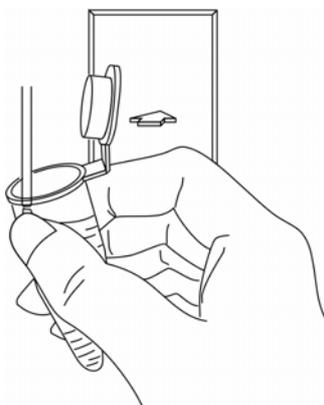

Рисунок 8-11 Добавление разбавителя
- в) Поднесите чистую пробирку для центрифугирования к зонду для проб и наклоните ее по направлению к зонду во избежание разбрызгивания и появления пузырьков (Рисунок 8-11).